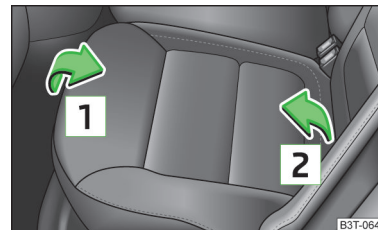

Fig. 78
► Levez l'assise du siège en la tirant dans le sens de la flèche [1] » fig. 78 et rabattez-la vers l'avant dans le sens de la flèche [2].